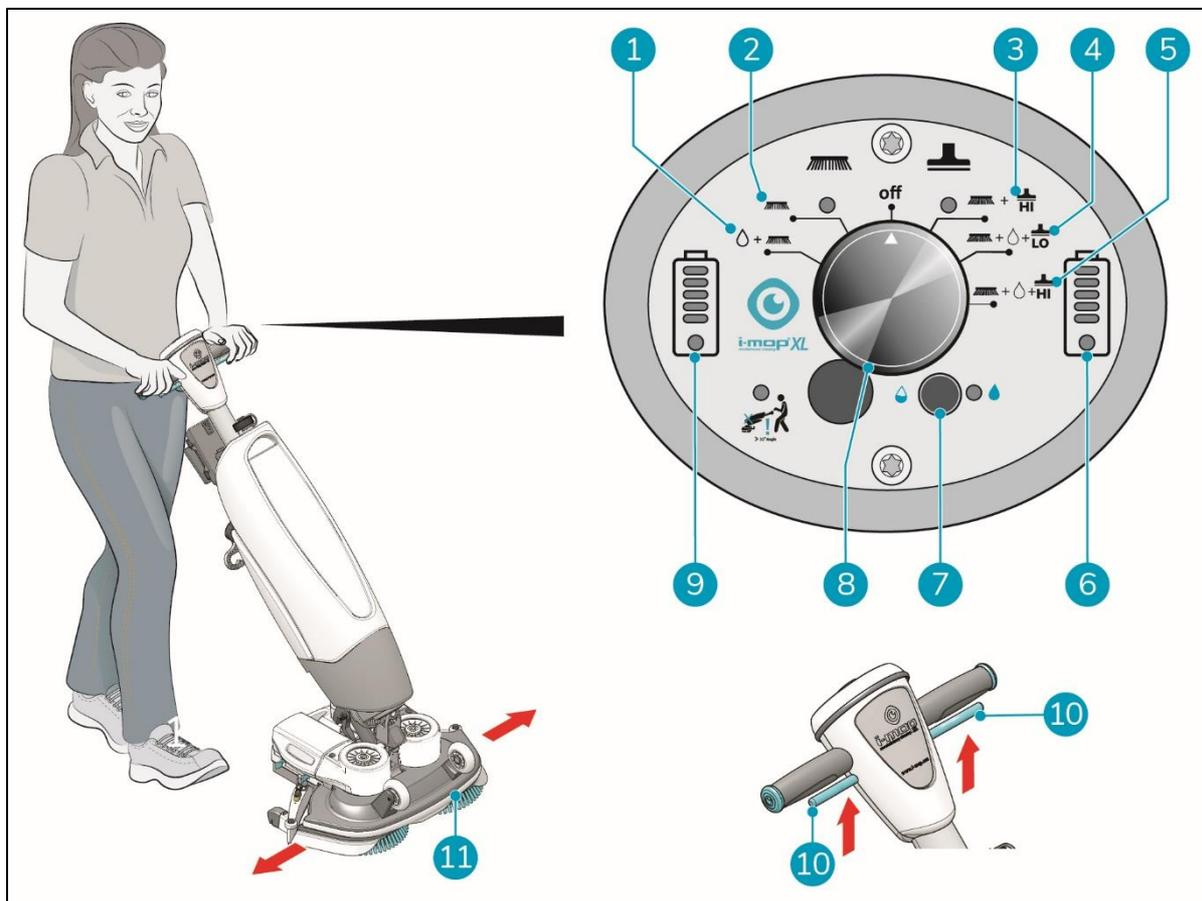

Figura 22
4. Fique atrás da i-mop[®] XXL Pro. Escolha o seu modo de limpeza através do interruptor principal (Figura 22, pos. 7). Isto também liga a i-mop XXL Pro. Pode seleccionar as opções de forma independente ou combinada.
- MODO 1: Escova + água/solução de limpeza (Figura 22, pos. 1).
- MODO 2: Apenas escova (Figura 22, pos. 2).
- MODO 3: Escova + vácuo (Figura 22, pos. 3).
- MODO 4: Escova + água/solução de limpeza + aspirador Lo (Figura 22, pos. 4).
- MODO 4: Escova + água/solução de limpeza + Hi vácuo (Figura 22, pos. 5).
6. Apertar o gatilho no punho (Figura 22, pos. 10). Esta ação também põe em funcionamento a i-mop[®] XXL.
9. Dirija rodando suavemente o punho para a esquerda ou para a direita para deslocar a plataforma de lavagem (Figura 22, pos. 11).
10. Libertar o gatilho (Figura 22, pos. 10) pára imediatamente a i-mop XXL Pro. O motor de aspiração pára após 3 segundos.